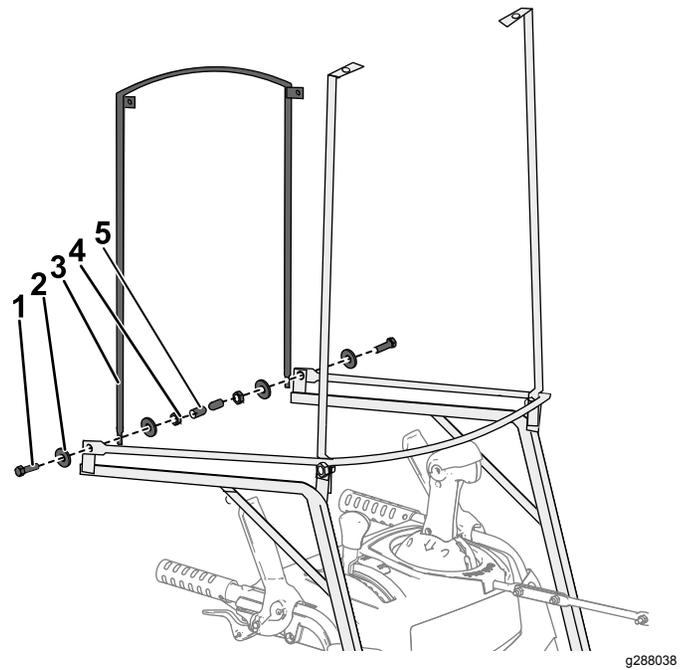

Figure 3
4. Installez le cadre arrière sur les supports de fixation, comme montré à la Figure 3.